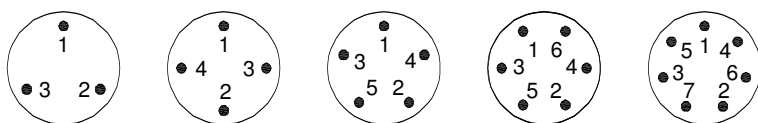

Fig. 2
- 2) Montare un settore del **DISPOSITIVO GSA/01 (B)** con il relativo bullone in ghisa (**A**) fissando manualmente il dado
- 4) Alloggiare e stringere a fondo, con chiave dinamometrica a 19 – 20 Kgm (per bulloni inox 12 – 13 Kgm), i bulloni di serraggio in acciaio inferiori (**C**) dei settori procedendo a croce (vedi schema sotto – fig. 2)